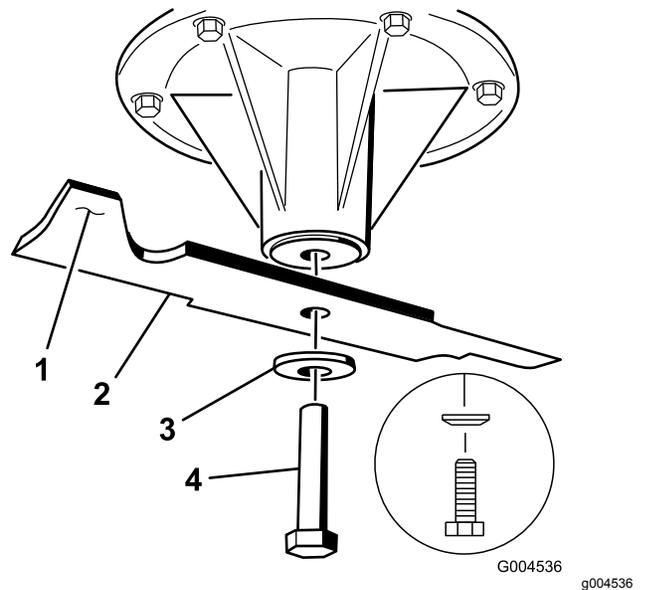

Figure 94
1. Placez la lame sur l'axe (Figure 94).
2. Mettez en place la rondelle élastique et le boulon de la lame (Figure 94).
**Remarque:** Orientez le cône de la rondelle élastique vers la tête du boulon (Figure 94).